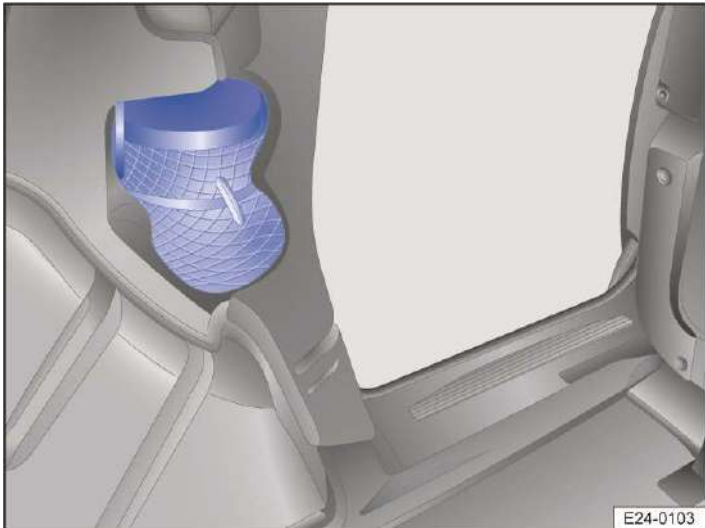

Abb. 4 Im Seitenteil: Rückhaltenetz verstaut.
2. Knebelverschluss öffnen und Rückhaltenetz entfalten → Abb. 4.
4. Rückhaltenetz mit den Knebelverschlüssen am Seitenteil sichern → *Abb. 4*.